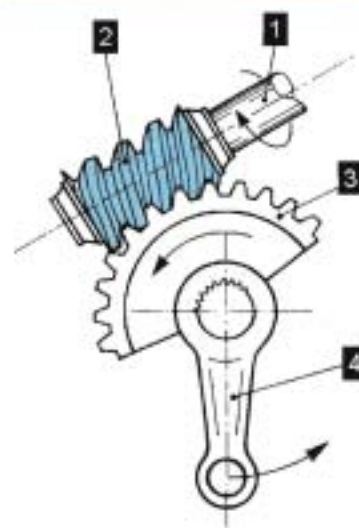

Figure 16.11 • Boîtier de direction à vis et secteur.
- boîtier de direction (figure 16.11) ;
- à vis et secteur (figure 16.11) ;
Dans tous les cas, le mécanisme réalise un **renvoi d'angle** : l'axe d'entrée du boîtier est longitudinal (colonne de direction), l'axe de sortie transversal (bielle pendante), comme on peut le voir sur la figure 16.11.